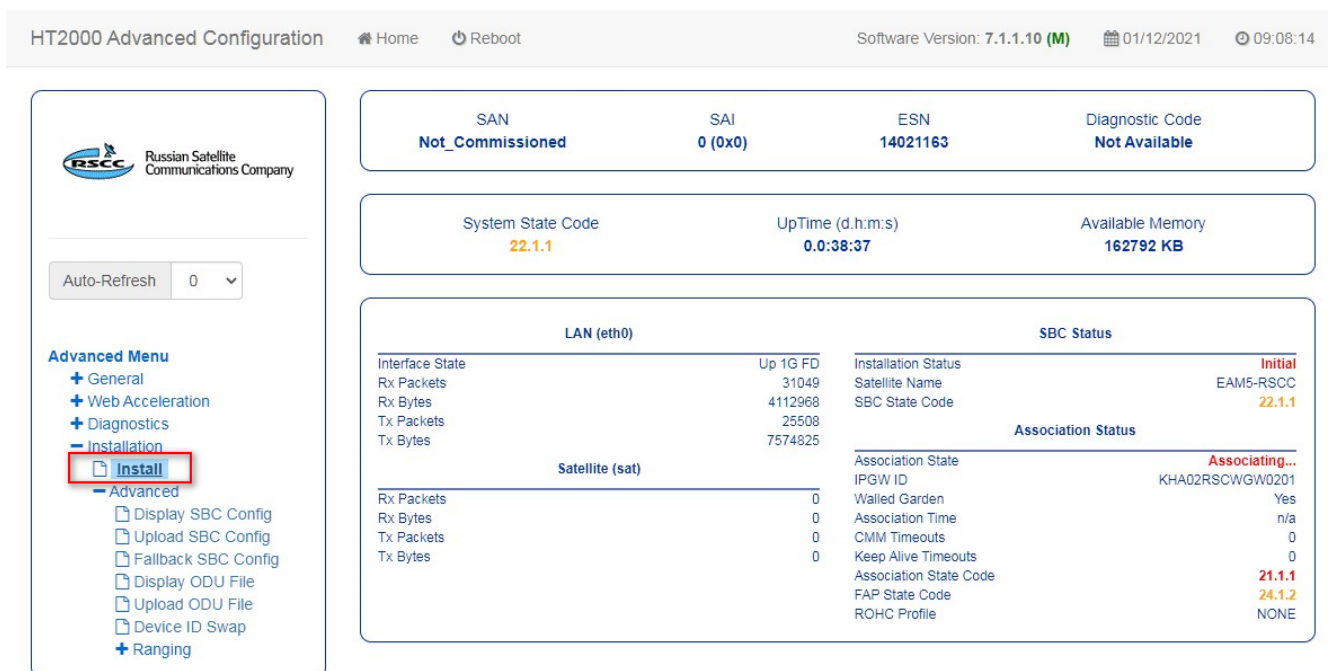

Рисунок 15. Пункт меню модема «Install»
5. В меню «Installation» выберите пункт «Install» (рисунок 15).